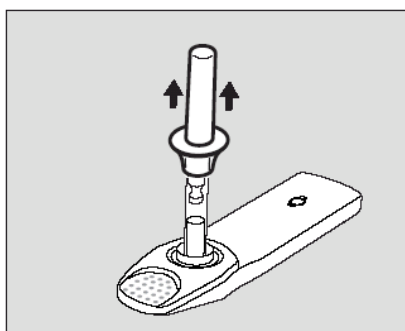

Рис.3
- Снимите защитный колпачок с устройства отбора пробы слюны тест-кассеты и передайте тест-кассету освидетельствуемому (Рисунок 3).